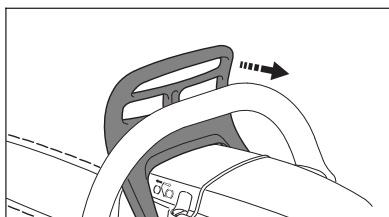

Рис. 55
- Защиту для рук потянуть к трубчатой рукоятке (рис. 55).